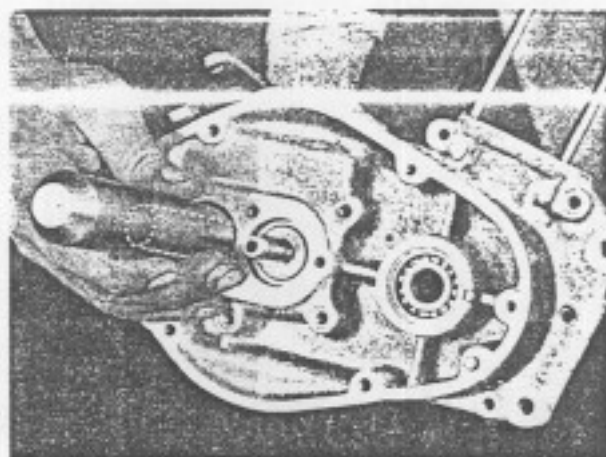

Bild 14. Heraustreiben der Getriebewellen samt Lagern mittels Hohldorn
29. Kupplungs- und Antriebswelle samt Lagern mittels Hohldorn bzw. passendem Rohrstück aus Gehäusehälften herausdrücken (Bild 14).